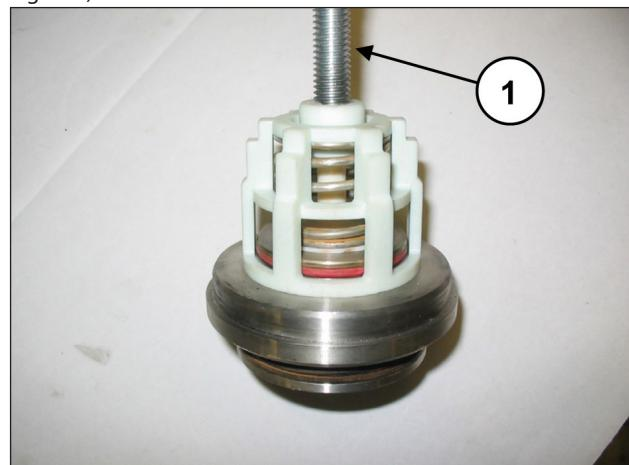

Fig. 104
Desmonte os grupos da válvula de aspiração e de fluxo, soltando um parafuso M10 de modo a pressionar na guia interna e extraír a guia da válvula do local da válvula (pos. ①, Fig. 104).